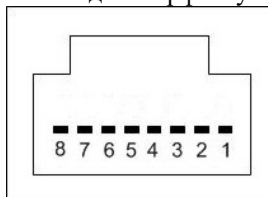

Рисунок 3 – Нумерація контактів роз'єму X201 (12) (типу RJ-45) першого додаткового інтерфейсу
На рис.3 зображено нумерацію контактів роз'єму X201 (12) для лічильників всіх модифікацій. Підключення до інтерфейсу RS-485 згідно з рисунком 4.